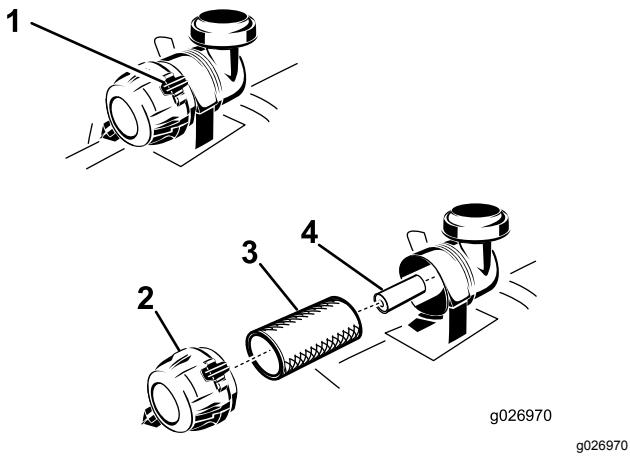

Figura 36
3. Presione hacia abajo para abrir los enganches del limpiador de aire, y tire de la tapa de la entrada de aire para separarla del cuerpo del limpiador de aire (Figura 36).
5. Extraiga con cuidado el filtro primario de la carcasa del limpiador de aire (Figura 36).
2. Si va a cambiar el filtro secundario, deslícelo cuidadosamente en el cuerpo del filtro (Figura 36).
3. Deslice cuidadosamente el filtro primario por encima del filtro secundario (Figura 36).
5. Instale la tapa del limpiador de aire con el respiradero hacia abajo, y gírela hasta que los enganches la bloqueen en su sitio (Figura 36).